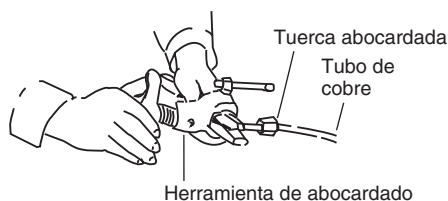

Fig. 5-3
- (3) Extraiga la tuerca abocardada de la unidad y asegúrese de colocarla en el tubo de cobre.
- (4) Abocarde el extremo del tubo de cobre con una herramienta de abocardado. (Fig. 5-3)